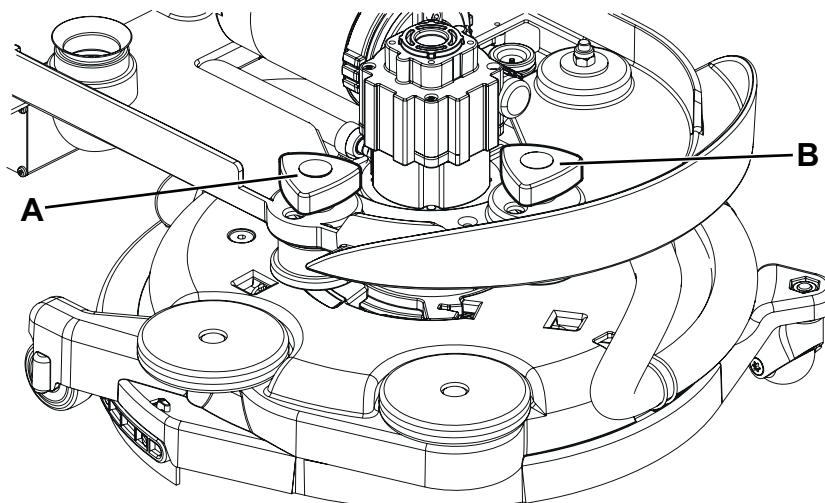

Abb. 6
2. Die Vorschubgeschwindigkeit des Geräts mit dem Knopf (A, Abb. 6) wie folgt einstellen:
3. Wenn es schwierig ist, die Maschine geradeaus zu bewegen, weil sie nach links oder rechts abweicht, passen Sie das Handrad (B) an, indem Sie es im oder gegen den Uhrzeigersinn drehen.